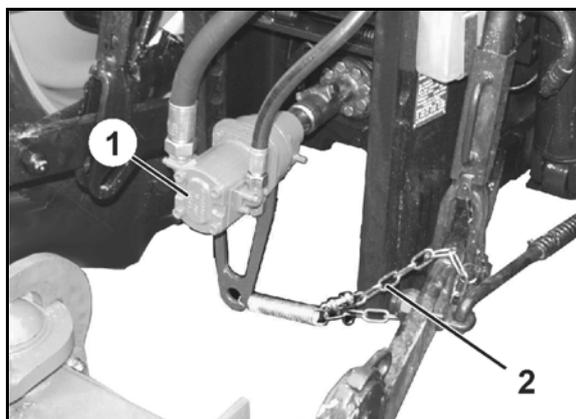

Fig. 11
Pour raccorder la pompe hydraulique entraînée par la prise de force du tracteur (Fig. 11/1) :
3. Accrochez la chaîne (Fig. 11/2) pour prévenir une éventuelle rotation de la pompe hydraulique !